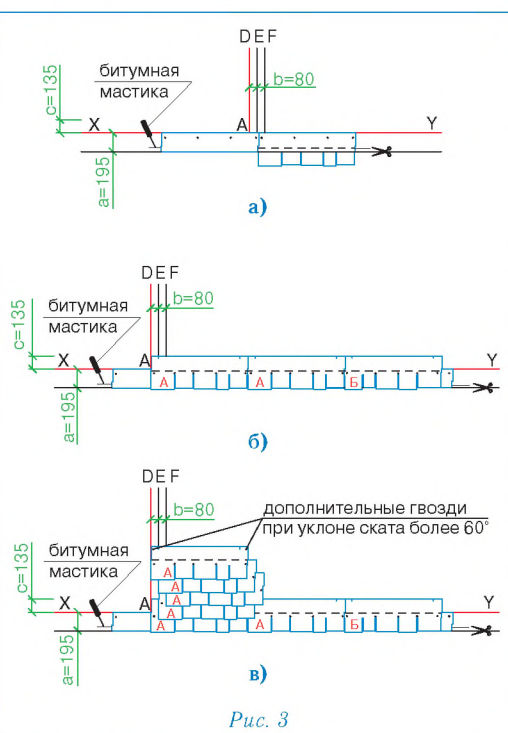

Рис. 3
Укладка материала (рис. 3)
- Начальный ряд формируется из листов черепицы ЗОДЧИЙ с обрезанными лепестками. Полученные таким образом полосы шириной 19,5 см укладываются по линии карниза в обе стороны от линии E (рис. 3а) и фиксируются по нижнему краю битумной мастикой, а по верхней кромке 4 гвоздями (ось гвоздей на 5 см ниже верхнего края полосы);
- далее первый ряд черепицы укладывается от линии AD в следующей последовательности: тип А, тип Б (рис. 3б);
- второй ряд черепицы укладывается от линии E (со смещением 8 см от AD) (рис. 3в);
Каждый лист гибкой черепицы ЗОДЧИЙ крепится 5 гвоздями таким образом, чтобы гвоздь прошивал и верхний край низлежащего листа черепицы (рис. 3б).